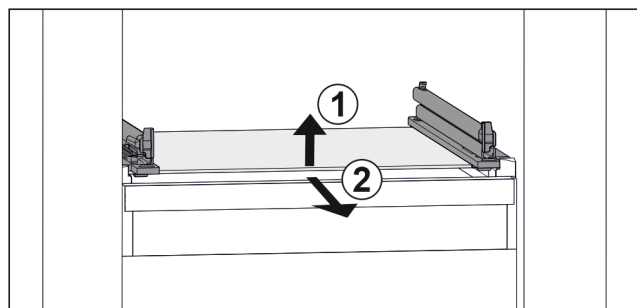

Fig. 111 Rappresentazione esemplificativa del ripiano in vetro
- Sollevare il ripiano in vetro dal davanti. Fig. 111 (1)
- Rimuovere il ripiano in vetro tirando in avanti. Fig. 111 (2)